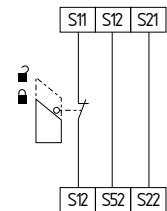

Abb. 10
**Einkanalige Schutztürüberwachungs-Schaltung mit Verriegelungseinrichtungen nach EN 1088 (siehe Abb. 10)**